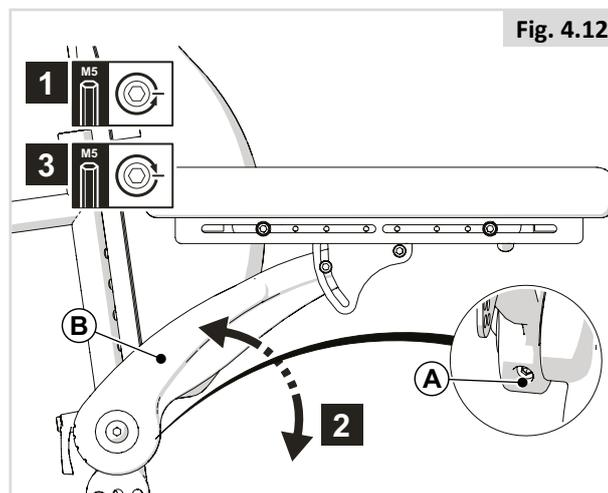

Fig. 4.12
#### PARTE 1 (Fig. 4.12)
Para chegar ao parafuso traseiro nas alturas mais baixas do apoio para o braço, desaperte os parafusos (A) na Fig. 4.12 e ajuste primeiro o ângulo da almofada.